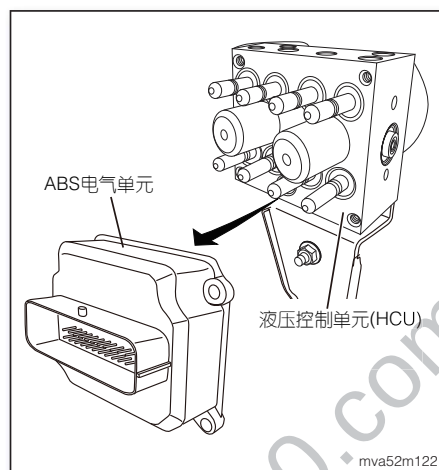

图16
8. 使制动总泵与ABS执行器与电气单元移动至适当的角度后，将ABS电气单元从液压控制单元(HCU)上取下(如图16)。